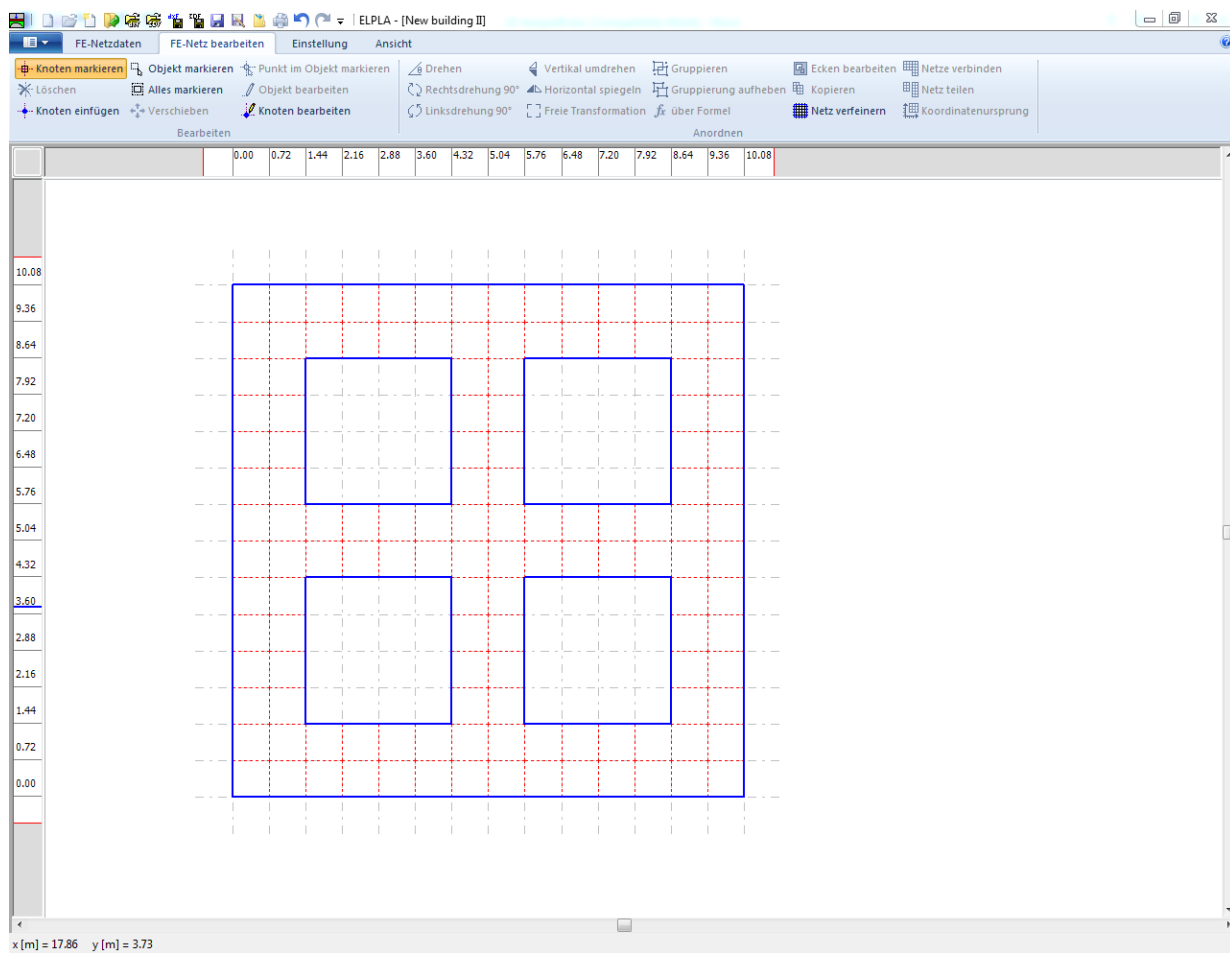

Bild 9.13 Endgültiges FE-Netz nach dem Entfernen der unnötigen Knoten
- Wählen Sie "Speichern" aus dem "Datei"-Menü im Bild 9.13, um die Daten des FE-Netzes zu speichern
- Wählen Sie "Schließen" aus dem "Datei"-Menü (Bild 9.13), um das Fenster "FE-Netzdaten" zu schließen und zum Hauptfenster des Programms *ELPLA* zurückzukehren